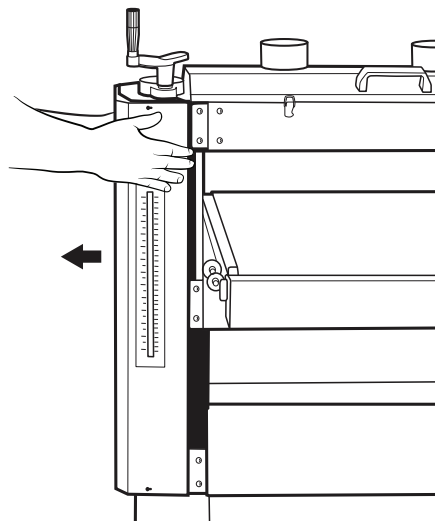

FIG. 14
2. Retirez les huit boulons à tête Philips et les rondelles qui retiennent les dispositifs de sécurité latéraux à gauche et à droite de l'appareil puis retirez les dispositifs. Voir Fig. 14.